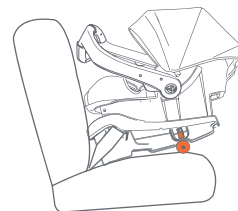

Fig. 60-2
- Se puede colocar una toalla enrollada, una toalla doblada o un flotador de piscina en la parte posterior de la base para elevarla (Fig. 60-2).